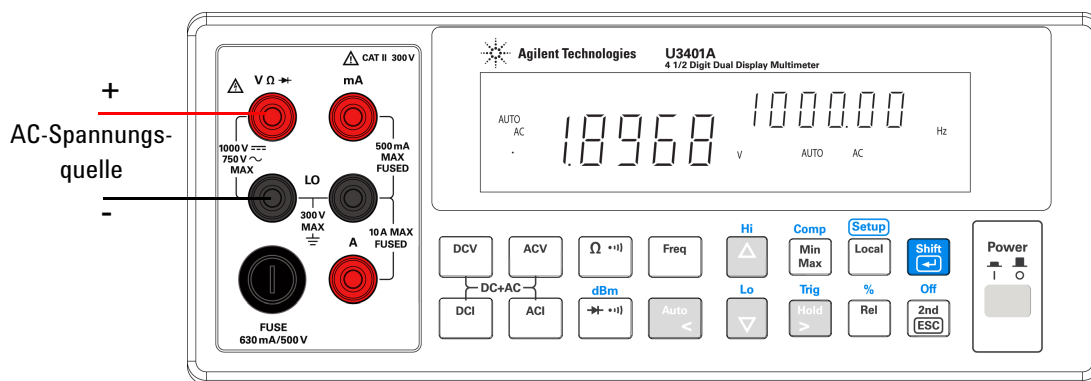

Abbildung 3-3 Verbindungsanschluss beim Messen der AC-Spannung und Frequenz
- 1 Verbinden Sie das rote und schwarze Testkabel mit dem Eingangsanschluss und prüfen Sie die Testpunkte wie in Abbildung 3-3 dargestellt.